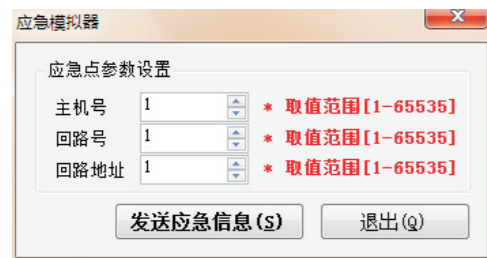

图 18.2
- 串口调试助手：在二次开发的时候能够使用到，在这里就不做介绍。智能疏散预案编辑器是编写消防预案的辅助软件：按照图 18.2打开编辑器。